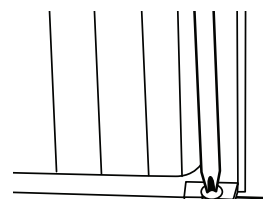

Fig. 21
6. Insérer une (1) des vis à bois de 1 po dans le trou inférieur du panneau latéral droit et dans le châssis de la fenêtre. (voir la figure 21)